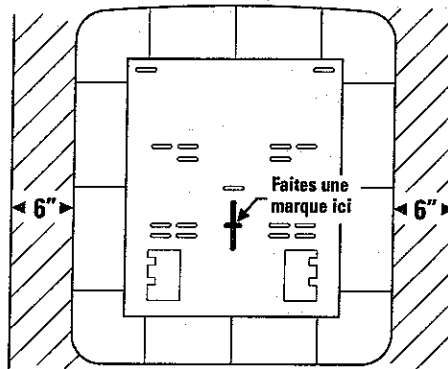

Figure 1
- Placez la boîte distributrice sur le mur, l'arête inférieure se trouvant à 45 po du plancher et faites une marque sur le mur vis-à-vis la fente de montage centrale illustrée à la Figure 1.